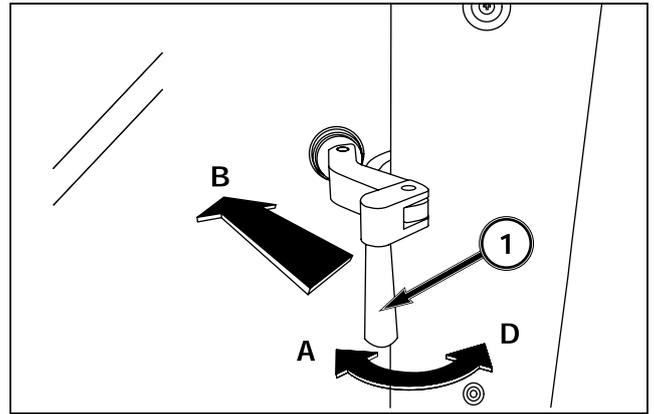

FIG. 6-8
FIG. 6-8 et 6-9 : Tirez la poignée (1) pour déverrouiller la vitre (Position A). Poussez la poignée vers l'extérieur pour bloquer la vitre en position ouverte (Position B).